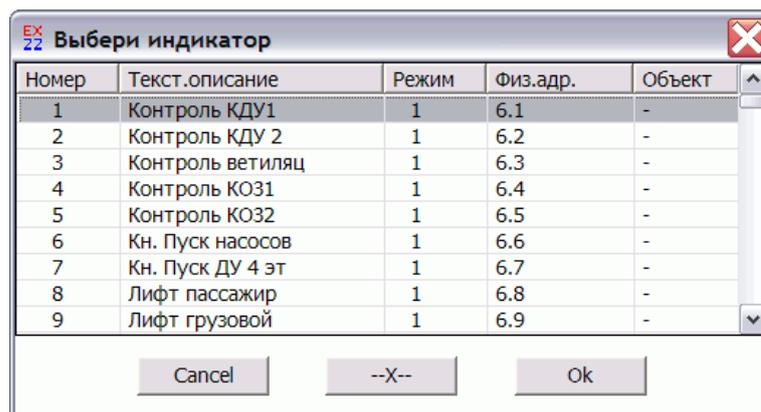

Рисунок 73
1. Для установки в качестве объекта отображения дискретного датчика, войдите в список дискретных датчиков «Объекты» → «Дискретные.». Выберите дискретный датчик из списка. Дважды щелкните «мышью» в столбце «Индик.» напротив имени выбранного дискретного датчика. Откроется окно выбора индикатора для отображения состояния дискретного датчика (рисунок 73). Выберите индикатор и нажмите «ОК». Логический адрес индикатора отобразится в столбце «Индик.» Нажатие кнопки «--X--» оставляет дискретный датчик без индикатора и в столбце «Индик.» будет указано слово «нет» (нет индикатора для отображения состояния дискретного датчика).
2. Для установки в качестве объекта отображения аналогового датчика войдите в список аналоговых датчиков «Объекты» → «Аналог.». Выберите аналоговый датчик из списка. Дважды щелкните «мышью» в столбце «Индик.» напротив имени выбранного аналогового датчика. Откроется окно выбора индикатора для отображения состояния аналогового датчика (рисунок 73). Выберите индикатор и нажмите «ОК». Логический адрес индикатора отобразится в столбце «Индик.» Нажатие кнопки «--X--» оставляет аналоговый датчик без индикатора и в столбце «Индик.» будет указано слово «нет» (нет индикатора для отображения состояния аналогового датчика).
3. Для установки в качестве объекта отображения группы войдите в список групп «Объекты» → «Группы». Выберите группу из списка. Дважды щелкните «мышью» в столбце «Индик.» напротив имени выбранной группы. Откроется окно выбора индикатора для отображения состояния группы (рисунок 73). Выберите индикатор и нажмите «ОК». Логический адрес индикатора отобразится в столбце «Индик.» Нажатие кнопки «--X--» оставляет группу без индикатора и в столбце «Индик.» будет указано слово «нет» (нет индикатора для отображения состояния группы).
4. Для установки в качестве объекта отображения реле, войдите в список реле «Объекты» → «Реле». Выберите реле из списка. Дважды щелкните «мышью» в столбце «Индик.» напротив имени выбранного реле. Откроется окно выбора индикатора для отображения состояния реле (рисунок 73). Выберите индикатор и нажмите «ОК». Логический адрес индикатора отобразится в столбце «Индик.» Нажатие кнопки «--X--» оставляет реле без индикатора и в столбце «Индик.» будет указано слово «нет» (нет индикатора для отображения состояния реле).